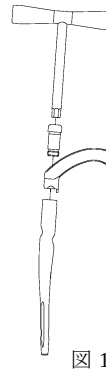

図 1
- 1) ネイルとターゲットデバイスをネイル接続ネジ用 T レンチを用いて、ネイル接続ネジにて確実に固定します。（図 1）